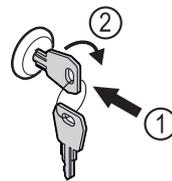

Fig. 161
- ▶ 按入钥匙。 Fig. 161 (1)
- ▶ 将钥匙顺时针转动 90° 。 Fig. 161 (2)